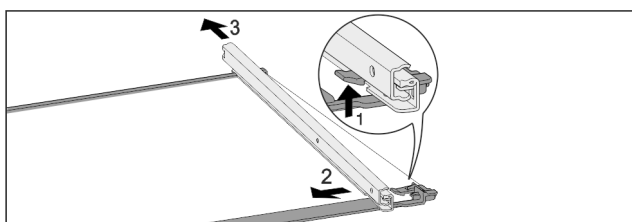

Fig. 120 Glasplade med skinner
- ▶ Tryk den forreste låsekrog op. Fig. 120 (1)
- ▶ Skub udtræksskinnen til siden Fig. 120 (2) og og bagud Fig. 120 (3).